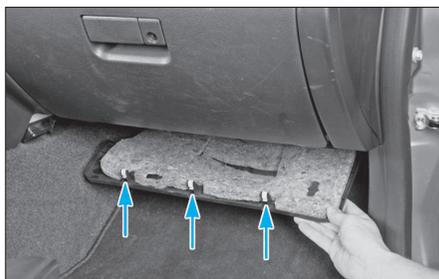

FIG. 10
- Dégrafer le cache inférieur de la planche de bord côté passager (Fig.10).